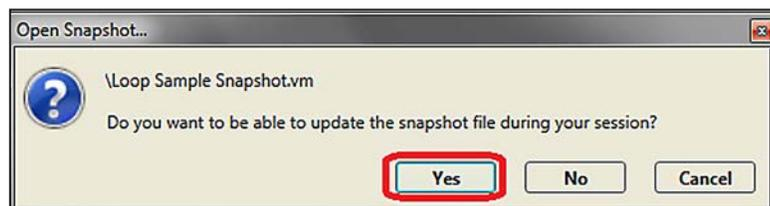

Figura 66. Caixa de diálogo Abrir Snapshot.
PASSO 2. Abra o arquivo Loop Sample Snapshot.vm. Na caixa de diálogo Open Snapshot clique no botão **Yes** para que as modificações no arquivo sejam possibilitadas. Ver Figura 66.